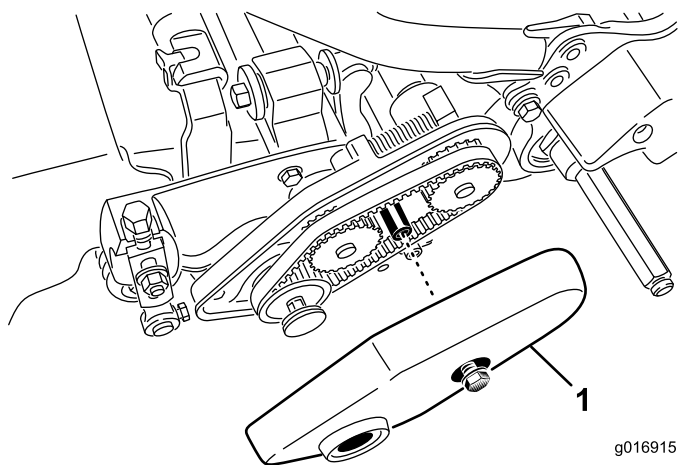

Figure 16
2. Desserrez le boulon à embase qui fixe le couvercle de la courroie et déposez le couvercle pour exposer la courroie (Figure 16).